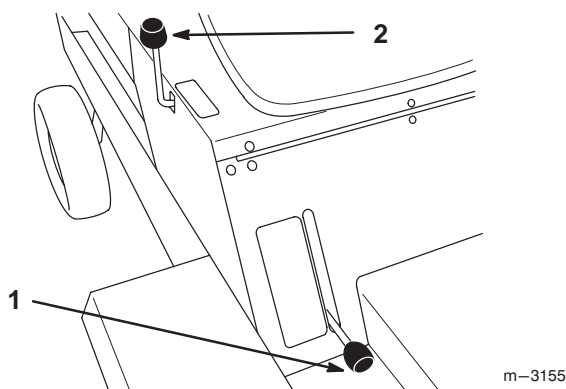

Figure 8
Ce mécanisme (Fig. 8) permet de relever et d'abaisser les accessoires.
2. Tirez le levier de commande (Fig. 8) en arrière pour élever l'accessoire à la hauteur requise.
2. Poussez le levier de commande (Fig. 8) vers l'avant pour abaisser l'accessoire.